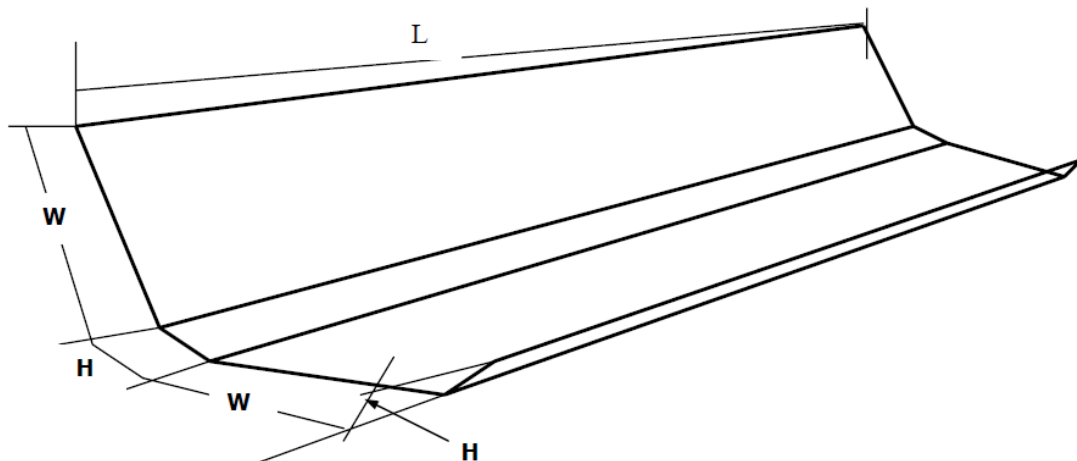

Figura 11: sección principal de colchón
6.2: Doble y marque donde van los pliegues del colchón como se muestra en la figura 11.